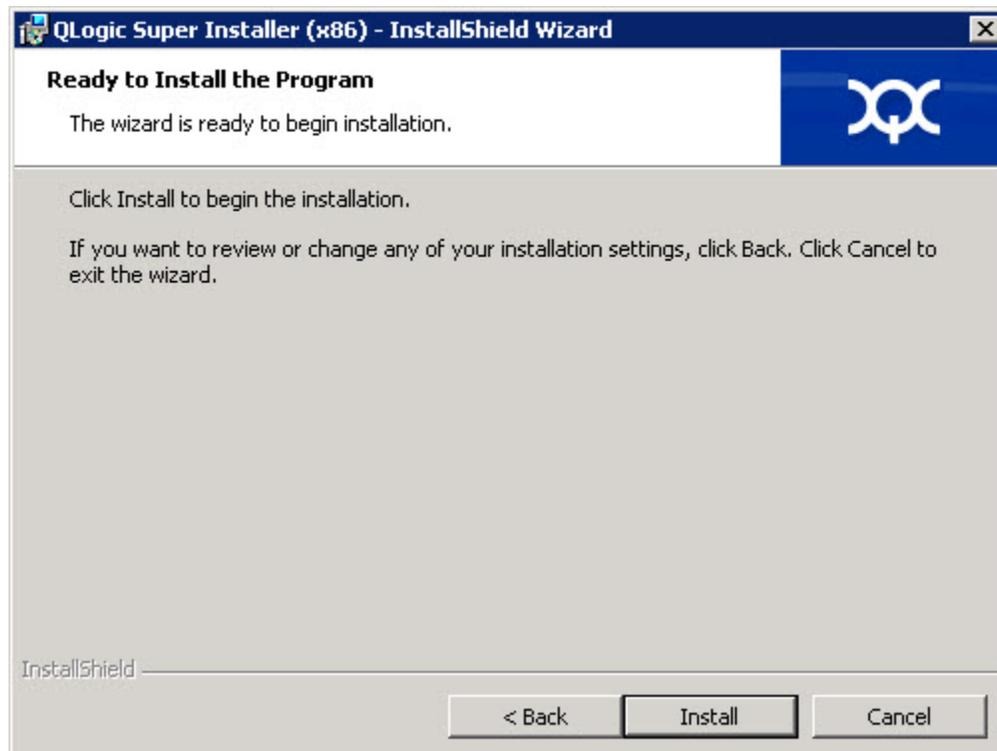

Figure 2-6. Boîte de dialogue Ready to Install the Program (Prêt à installer le programme)
5. La boîte de dialogue Ready to Install the Program (Prêt à installer le programme) apparaît, tel qu'illustré à la Figure 2-6.